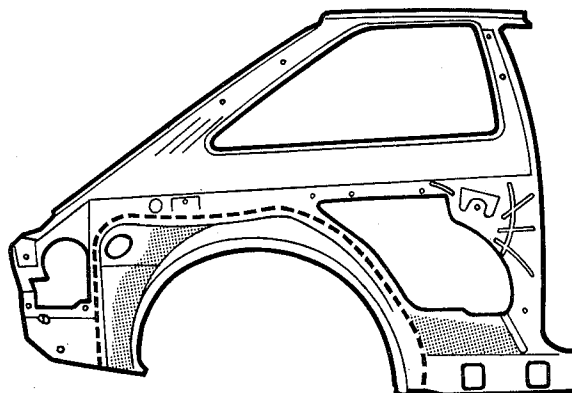

fig. 162
1. Marcar a linha de corte no painel de reposição (fig. 162)